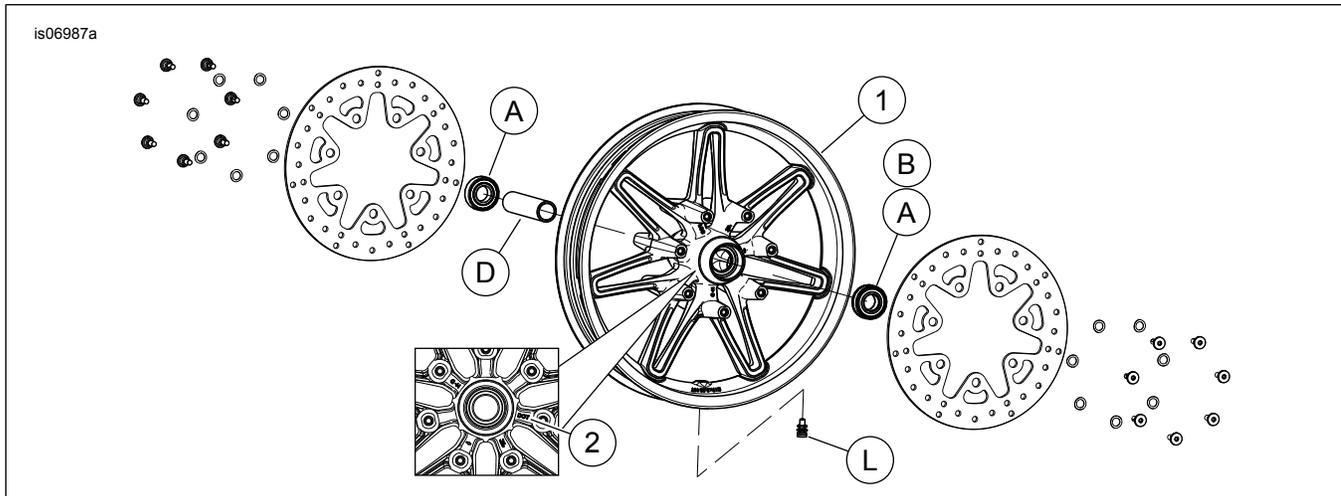

Figure 1. Pièces détachées : Roues avant à rotor de frein style burin (roue de 17 pouces illustrée)
Voir Figure 1 et les tableaux des pièces détachées.
2. Voir Figure 1. Installer l'ensemble de tige de valve (L) sur la roue. Voir le manuel d'entretien.